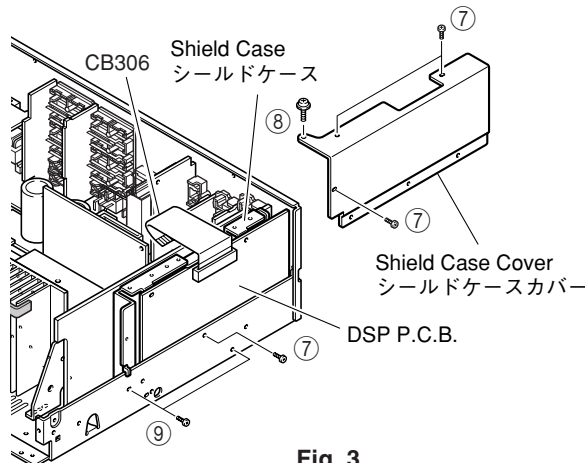

Fig. 3
- Remove 4 screws (⑦) and 1 screw (⑧), and then remove the Shield Case Cover. (Fig. 3)
- Remove 2 screws (⑨). (Fig. 3)
- Remove CB306. (Fig. 3)
- Remove the Shield Case and the DSP P.C.B.. (Fig. 3)
- ⑦のネジ4本、⑧のネジ1本を外し、シールドケースカバーを取り外します。(Fig. 3)
- ⑨のネジ2本を外します。(Fig. 3)
- CB306を外します。(Fig. 3)
- シールドケースとDSP P.C.B.を取り外します。(Fig. 3)